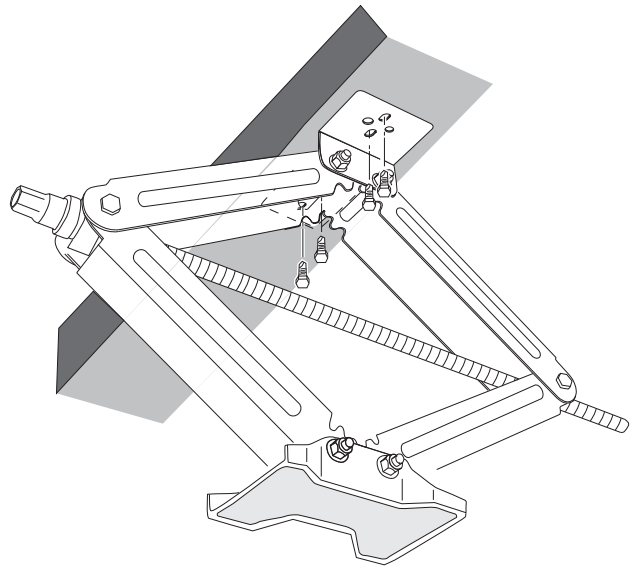

Figure 1
- Reposition jack. Use a 9/16" socket and ratchet to install the jacks to the vehicle frame using four bolts and four lock washers per jack. (Figure 1)
- Remettez en place le cric. Utilisez la douille de 9/16 po et la clé à cliquet pour fixer les crics sur le châssis du véhicule à l'aide de quatre boulons et de quatre rondelles d'arrêt pour chaque cric. (Figure 1)
(Figure 1)